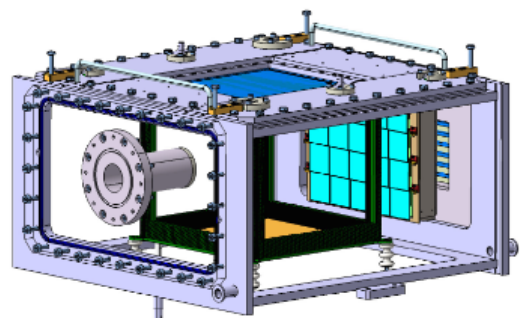

Figura 2: Deseño do detector ACTAR TPC. A rexión de detección é a parte negra interna.
- O tamaño da zona de detección (Figura 2) é de $256 \times 256 \times 255 \text{ mm}^3$.